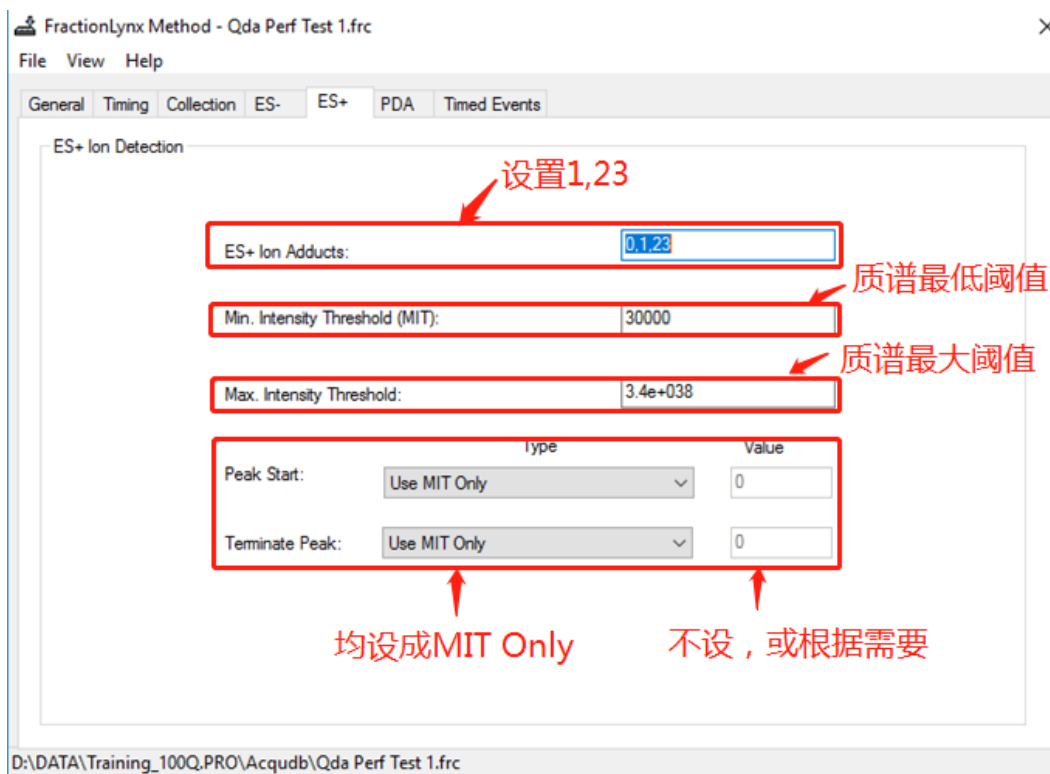

图6-42
**Step6 设置ES+:** 参见图6-42, MIT最低阈值设定方法, 参加Step4图39-41。